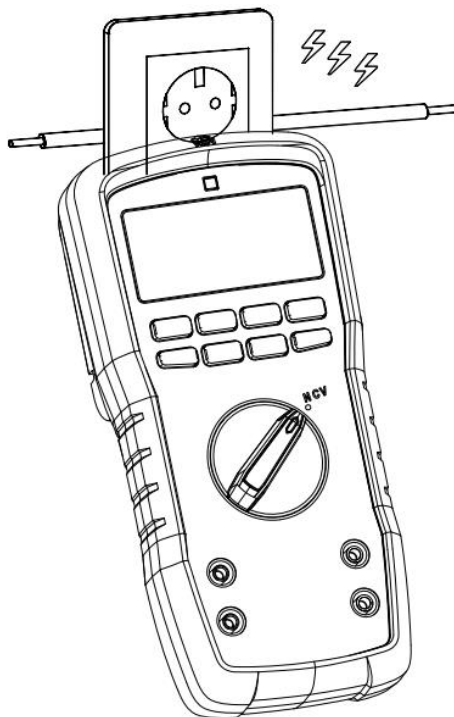

Figura 16
15. Rilevamento della tensione CA senza contatto (NCV) (Figura 16)